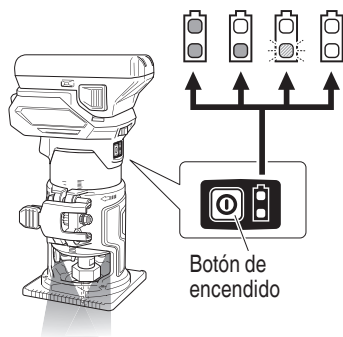

Fig. 32
5. Cuando la máquina está encendida, la lámpara indicadora de batería restante se enciende y puede consultar el nivel de batería restante. (Fig. 32) La Tabla 6 muestra el estado de la lámpara indicadora de batería restante y el nivel de batería restante.